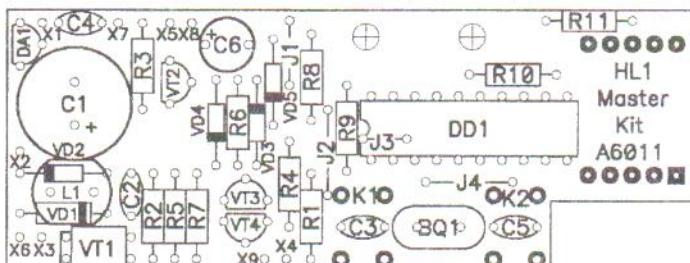

Рис.3 Расположение элементов на печатной плате
- Микросхема DAI, показанная на схеме расположения элементов (Рис. 3), в данной модификации контроллера не устанавливается.